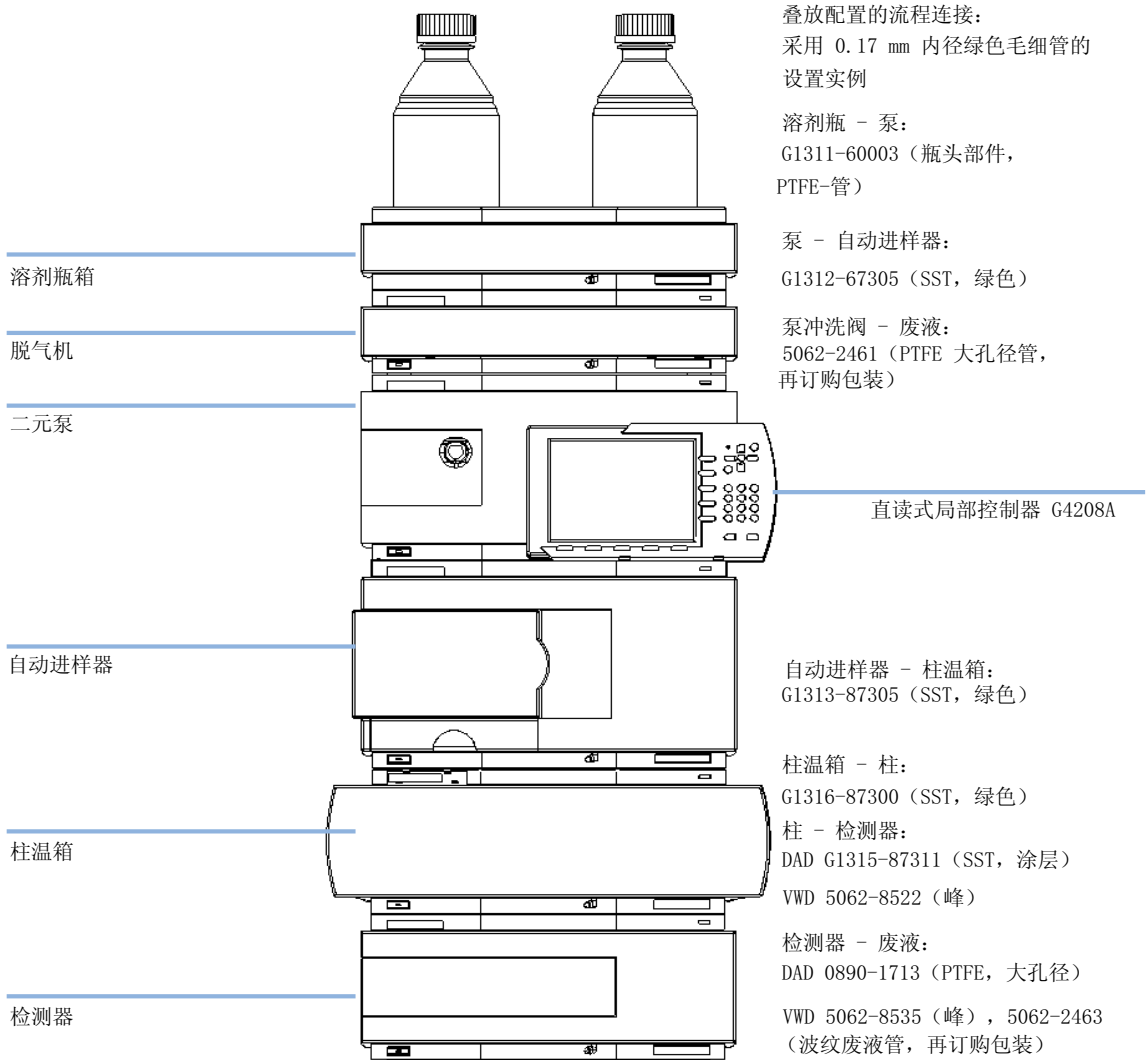

图 5 建议叠放配置（前视图）
- 1 按照第 27 页的图 5 中所示的叠放配置安放各个模块。
- 1 将真空脱气机放置在模块叠放系统中，如第 27 页的图 5 所示。